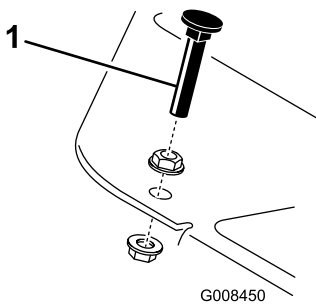

Рисунок 44
Нажмите на педаль тяги. Если педаль тяги касается упора (Рисунок 44) до того, как на тросике будет ощущаться натяжение, то требуется выполнить следующую регулировку:
1. Отпустите контргайки с фланцевыми головками, которые крепят упор педали к панели пола (Рисунок 44).